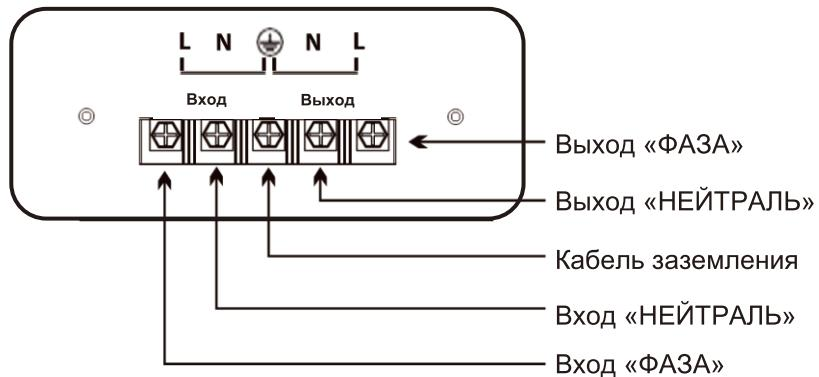

Рисунок 2. Клеммная колодка для подключения нагрузки и питания стабилизатора (выход и вход переменного тока).
- Подключите устройства (нагрузку) к выходным разъемам стабилизатора, см. Рисунок 2.
- Подключите питание (сеть переменного тока) к входным разъемам стабилизатора, см. Рисунок 2.